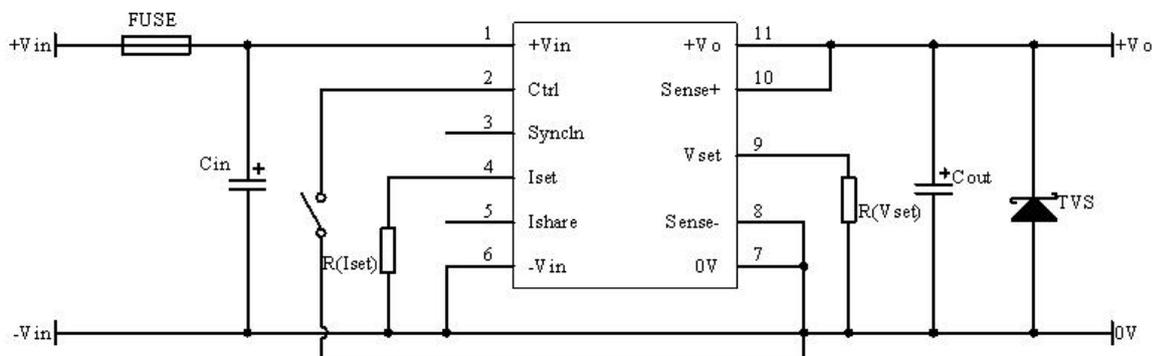

图 12 推荐测试电路
(1) 产品测试及应用时，请按照图 12 推荐的测试电路搭建外围；至少保障外接一个电解电容 C_{in} ($\geq 560\mu F$)，用于抑制输入端可能产生的浪涌电压；
(2) 如果产品输入端并联瞬变能量较大的电路（如并联电机驱动电路），或会导致产品输入电压被拉低，此时关注产品输入电压的波动，建议适当增大输入端电解电容 C_{in} 的容值，以保障输入端电压稳定，避免输入电压低于欠压保护点导致产品重复启动的情况；
(3) 如果产品输出端为感性负载时（如继电器、电机），建议增大输出电容 C_{out} 容值，并增加 TVS 管，用以滤除电压尖峰；
(4) 如需进一步减少输入输出纹波，可适当加大外接电容 C_{in} 、 C_{out} 容值或选用串联等效阻抗值小的外接电容；
(5) 使用 Ctrl 时，可直接与 0V (Pin7) 短接实现输出使能控制，引脚就近独立走线作为 Ctrl 的参考地。